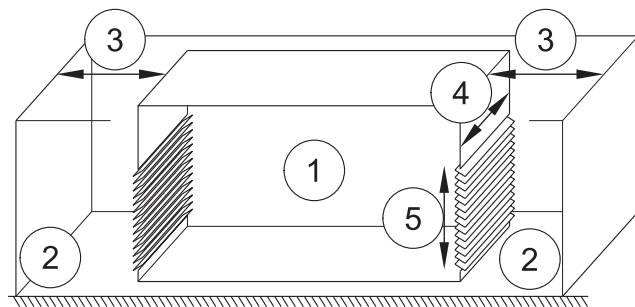

Figura 47
- Asegúrese de que haya espacio suficiente delante y detrás de cualquier orificio de escape o entrada (véase la figura 47); esto incluye:
La figura 47 muestra los aspectos básicos que deben tenerse en cuenta para permitir que el grupo electrógeno se refrigere y ventile.